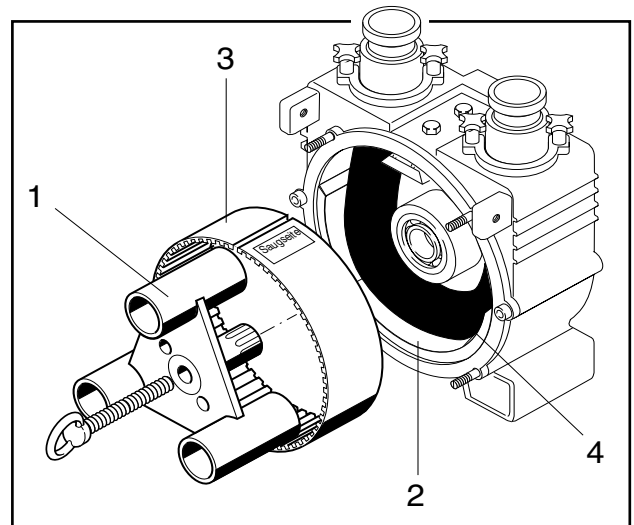
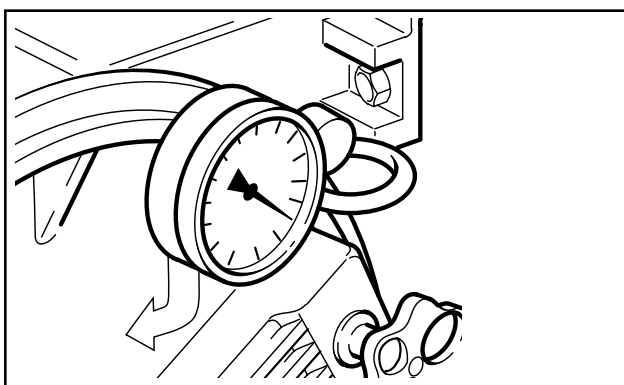
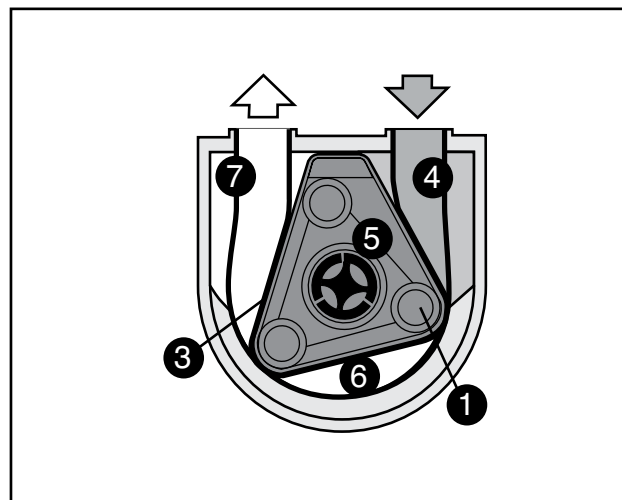
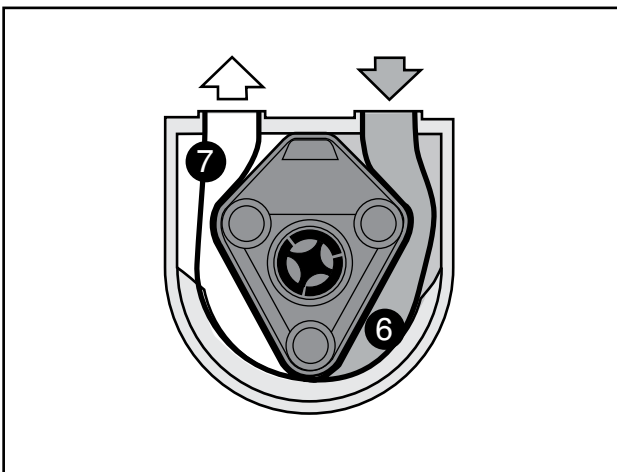

Fig. 3 1 Rotor 2 Cojinete de empuje
Fig. 4 Medidor de vacío
Fig. 5
Fig. 8 6 Cámara del tubo flexible
El cojinete de empuje (pos 2, Fig. 3) es una pieza de elastómero integrada en la zona de la bomba donde se comprime al máximo el tubo flexible.
La pieza divisora (Pos. 3, Fig. 3 y 5) sella la cámara de aspiración (Pos. 4, Fig. 5) con respecto a la cavidad interior (Pos. 5, Fig. 5), y protege el tubo flexible de bombeo. Además, evita que, en caso de rotura del tubo flexible, el rotor (pos. 1, Fig. 5) resulte dañado por un medio de bombeo abrasivo o con partículas gruesas. La pieza divisora se puede cambiar fácilmente soltando los dos tornillos que la sujetan.
El indicador de vacío (pos. 4, Fig. 5) unido a la cámara de aspiración (Fig. 4) no solo muestra la altura de succión momentánea de la bomba, sino que sirve también de instrumento avisador en caso de defectos. Cuando el indicador de vacío no muestra subpresión durante el funcionamiento, es imprescindible poner a punto la bomba.
El rotor (Pos. 1, Fig. 3) gira dentro de la pieza divisora atornillada fija a la carcasa (Pos. 3, Fig. 3). Esta pieza separa la cámara de aspiración (Pos. 4, Fig. 5) de la cavidad interior (Pos. 5, Fig. 5) de la bomba.
Mientras que la cámara del tubo flexible, (pos. 6, Fig. 5) permanece constante, la cámara de presión (Pos. 7, Fig. 5) se reduce por efecto de la rotación del rotor, produciéndose un acto de bombeo volumétrico (Fig. 8).